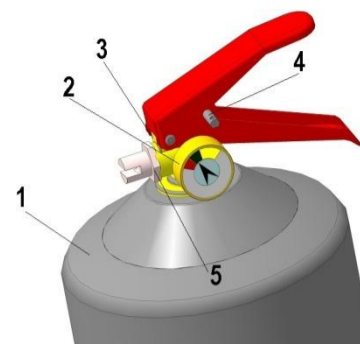
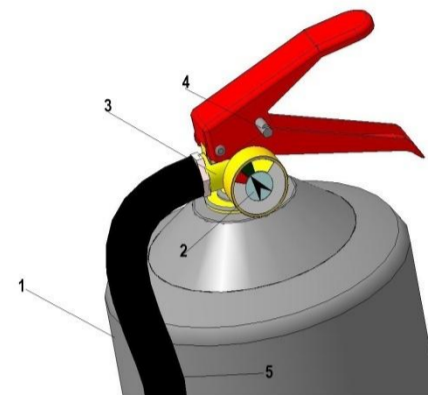

Рис. 1
Рис. 2
1.1. Огнетушитель состоит из корпуса 1 наполненного огнетушащим порошком, индикатора давления 2, запорно-пускового устройства (ЗПУ) 3, чека 4, насадок 5 (рис.1) (рукав 5 (рис.2) для ОП-2(з)-01, ОП-3(з)-01, ОП-4(з)-01, ОП-5(з)-01, ОП-8(з)-01, ОП-10(з)-01.
Рисунок 1 и 2 не определяет тип конструкции.
- расположить огнетушитель вертикально насадком 5 (рис.1) в направлении очага пожара. В моделях огнетушителя оснащённых рукавом, удерживая рукав 5 (рис.2), направить его на очаг пожара;